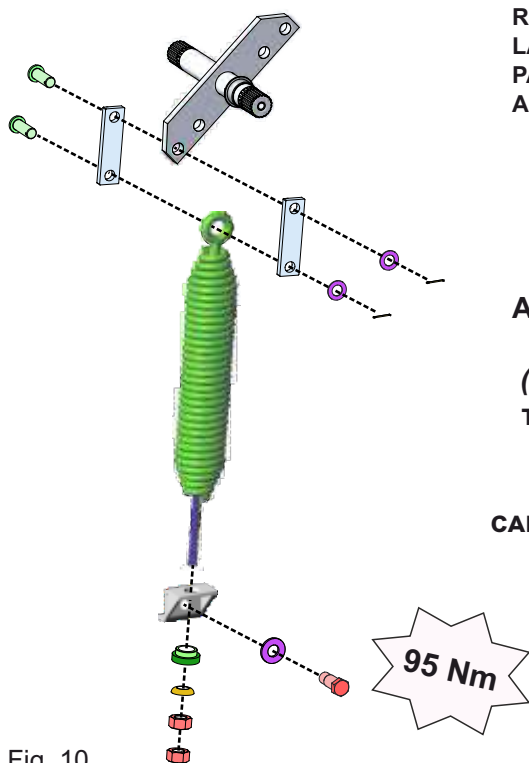

Fig. 10
- desenroscar y sacar el resorte de equilibrio - Fig. 10
4.3. En caso de **SIMPLE SUSTITUCIÓN DEL RESORTE**, según el sentido de apertura de la barrera, desmontar el resorte viejo y volver a montar el nuevo siguiendo las instrucciones de apriete de la Fig. 10 o de la Fig. 11